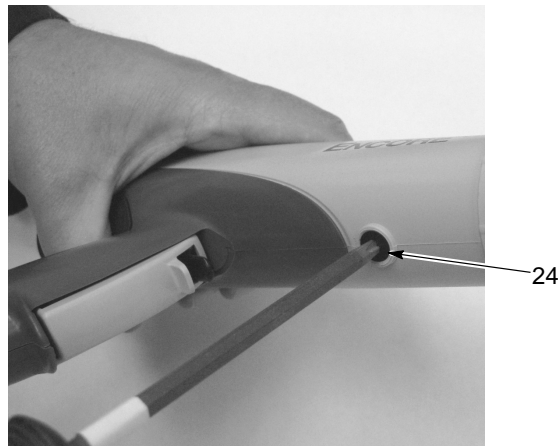

Figura 5-4 Remoção do parafuso do corpo da pistola
5. Consulte a figura 5-4. Retire o parafuso M5 x 10 de nylon (24) do corpo da pistola.
19. Consulte a figura 5-4. Enrosque o parafuso de nylon de cabeça chata M5 x 10 no corpo da pistola para o fixar ao punho.